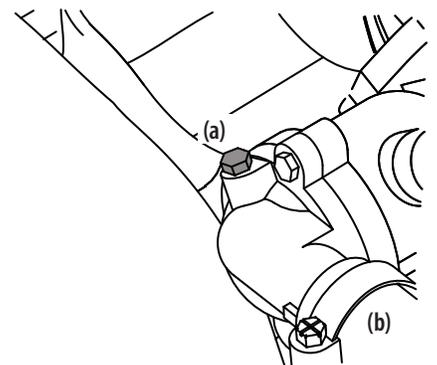

Figure 5-24
4. Retirez l'autre vis de purge (a) située sur le raccord entre le tuyau du radiateur (b) et le moteur et laissez le moteur fonctionner jusqu'à ce qu'un jet régulier de liquide sorte du trou de la vis (a). Ceci indique qu'il n'y a plus de poches d'air dans le système de refroidissement. Remplacez la vis de purge (a). Voir Figure 5-24.